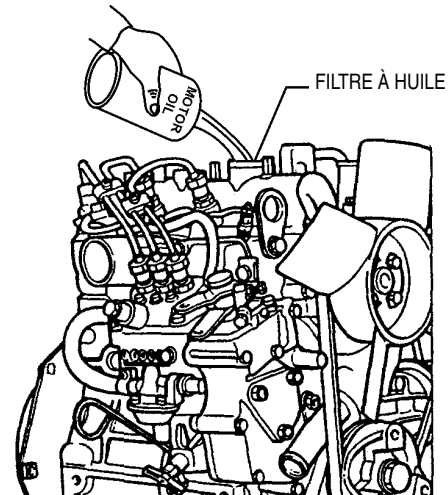

Figure 9. Port de remplissage d'huile moteur
4. Si le niveau d'huile est trop bas, retirez le bouchon de remplissage d'huile (figure 9) et remplissez jusqu'à un niveau de fonctionnement sûr (max) comme indiqué par la jauge de niveau d'huile. Remplacez l'huile du moteur avec des huiles recommandées énumérées dans le Tableau 5. La capacité de l'huile moteur est de 2,5 litres (2,64 quarts).